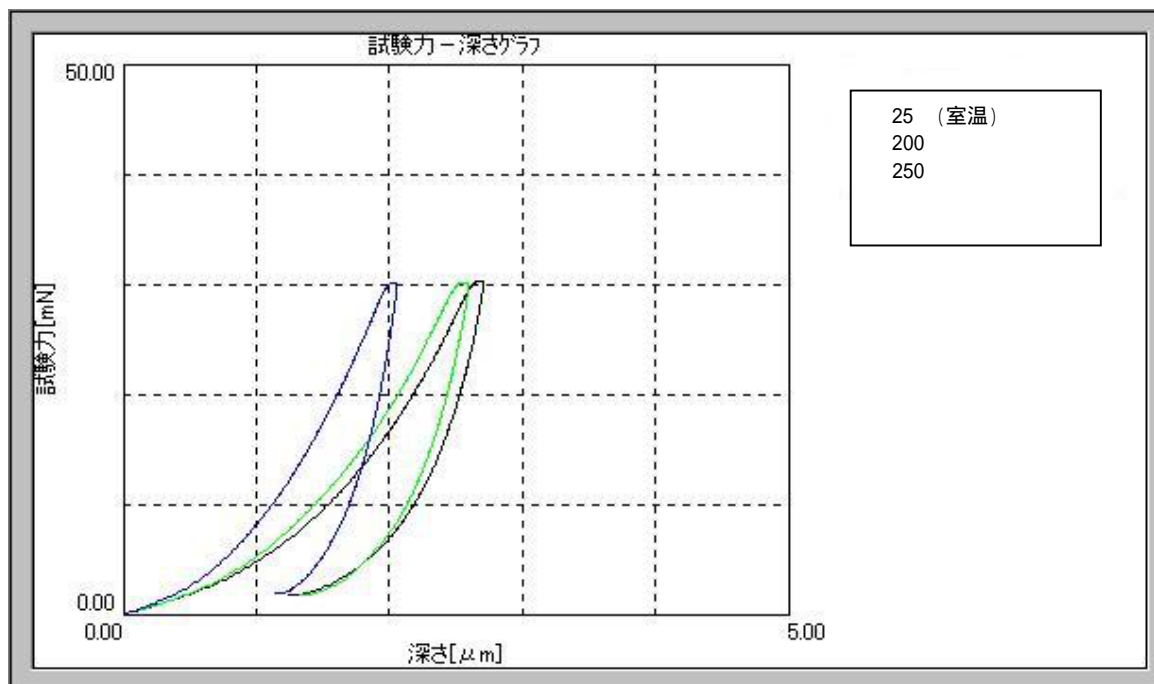

図3 試験力 深さグラフ
- 1) 試験力 30mN で試験した結果のまとめ (平均値) を表 1 と図 2 に、試験力 深さグラフを図 3 に示します。